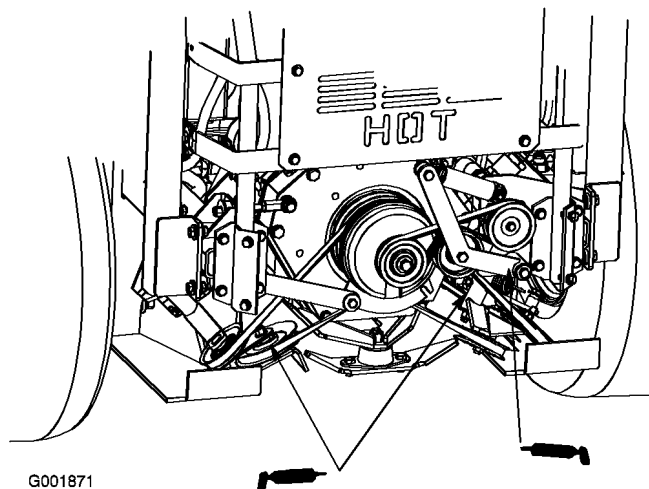

Figura 38
1. Engrase el brazo tensor de la correa del ventilador de refrigeración (Figura 38).
2. Engrase los brazos tensores de la correa de transmisión (Figura 38).